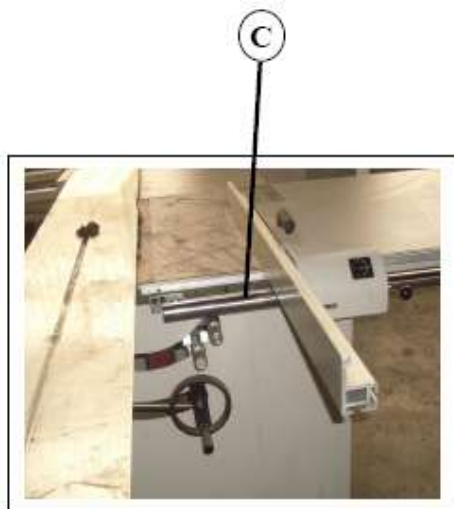

Рис. 5.3
- Штангу С (рис. 5.3) параллельной опоры.